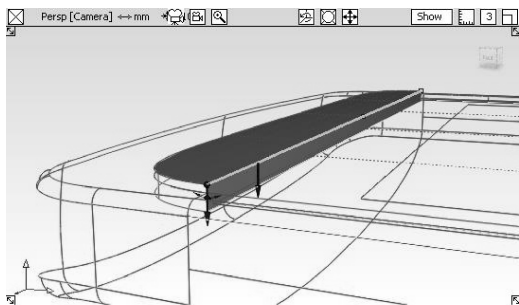

图 8-44 创建凸缘曲面
- 51 选择【Multi-surface draft】工具，单击刚刚创建的平面的边缘，向下创建凸缘曲面，封闭手机缝隙，如图 8-44 所示。